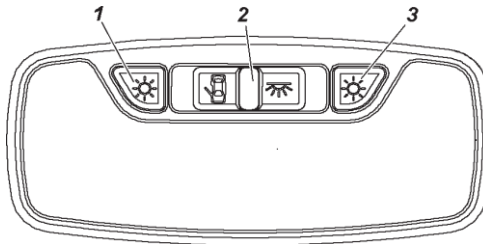

Fig. 3.26. Bloque de iluminación del salón:
**El bloque de lámparas de navegación** incluye los sectores de iluminación individual del conductor y el pasajero de enfrente. Las secciones izquierda y derecha de la iluminación individual se encienden presionando los interruptores, 1 o 3 (fig. 3.26) respectivamente.